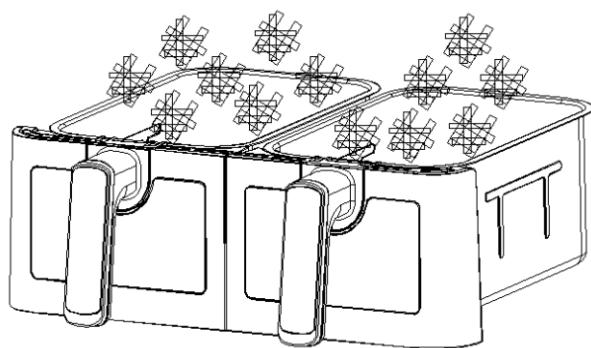

Fig.6
4. Coloque los ingredientes en el interior (Fig. 6).